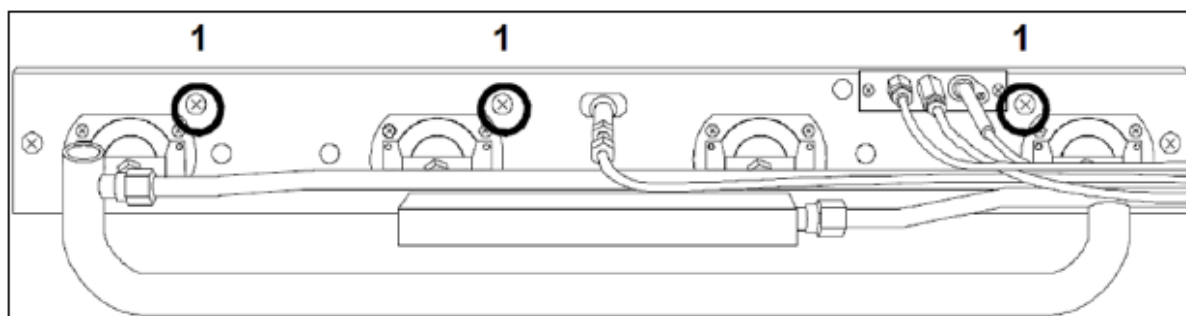

FIG.17
- Dévisser les 3 vis qui maintiennent le support du brûleur en place (FIG.17-Ref.1) ;